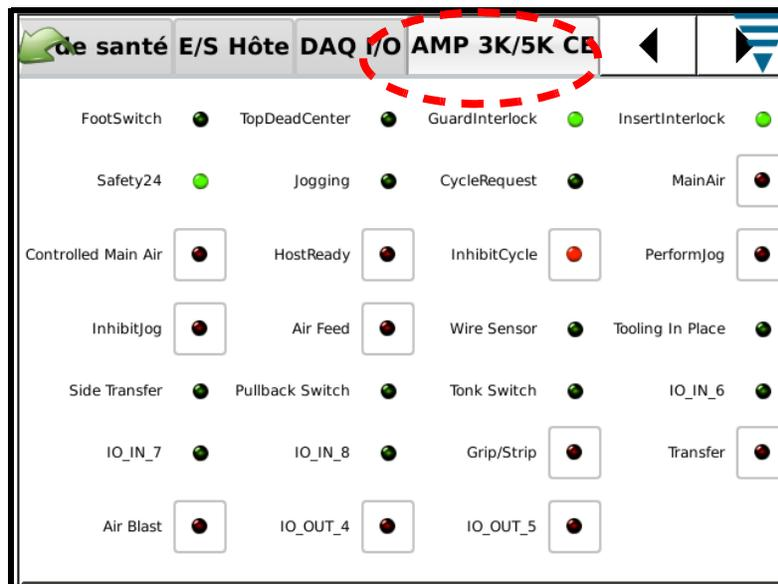

Figure 13
3. Appuyer sur l'onglet indiquant « Onglet de diagnostic AMP 3K/5K CE ». Voir Figure 13.